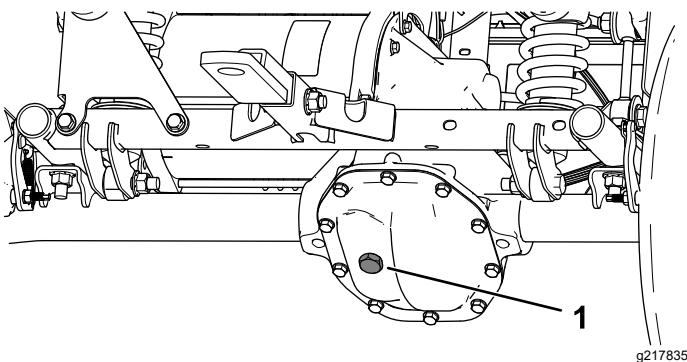

Bild 51
- Entfernen Sie die Füllschraube am Getriebe (Bild 51).
- Wenn der Ölstand niedrig ist, nehmen Sie die Füllschraube ab und füllen Sie die angegebene Ölsorte ein, bis das Öl aus dem Loch ausläuft (Bild 51).
- Entfernen Sie die Füllschraube am Getriebe und füllen Sie das Getriebe mit Öl der angegebenen Sorte, bis es aus dem Füllloch ausläuft (Bild 51).